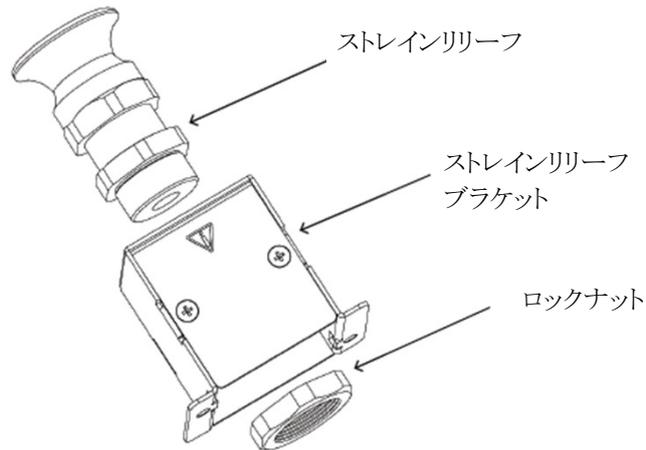

図4-9 ストレインリリーフブラケットへのストレインリリーフ及びロックナット取り付け方法 (G1.7kW~G5kW)
2. 図4-9に示すようにストレインリリーフをストレインリリーフブラケットに挿入してください。その後ロックナットをストレインリリーフブラケットの内部で締めてください。このときの締め付けトルクは手動で調節ください。ストレインリリーフ、ストレインリリーフブラケット、ロックナットは製品に同封されています。